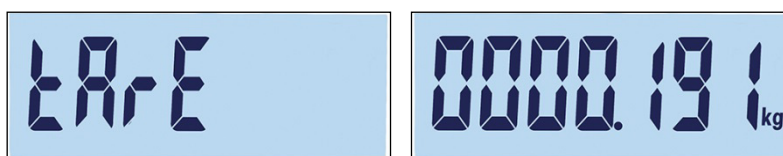

Figura 3-50: Schermate etichetta della tolleranza positiva e impostazione
6. Infine, è possibile impostare per il record un valore di tara (Figura 3-50). Premere  per confermare il record e uscire dalla funzione di modifica.